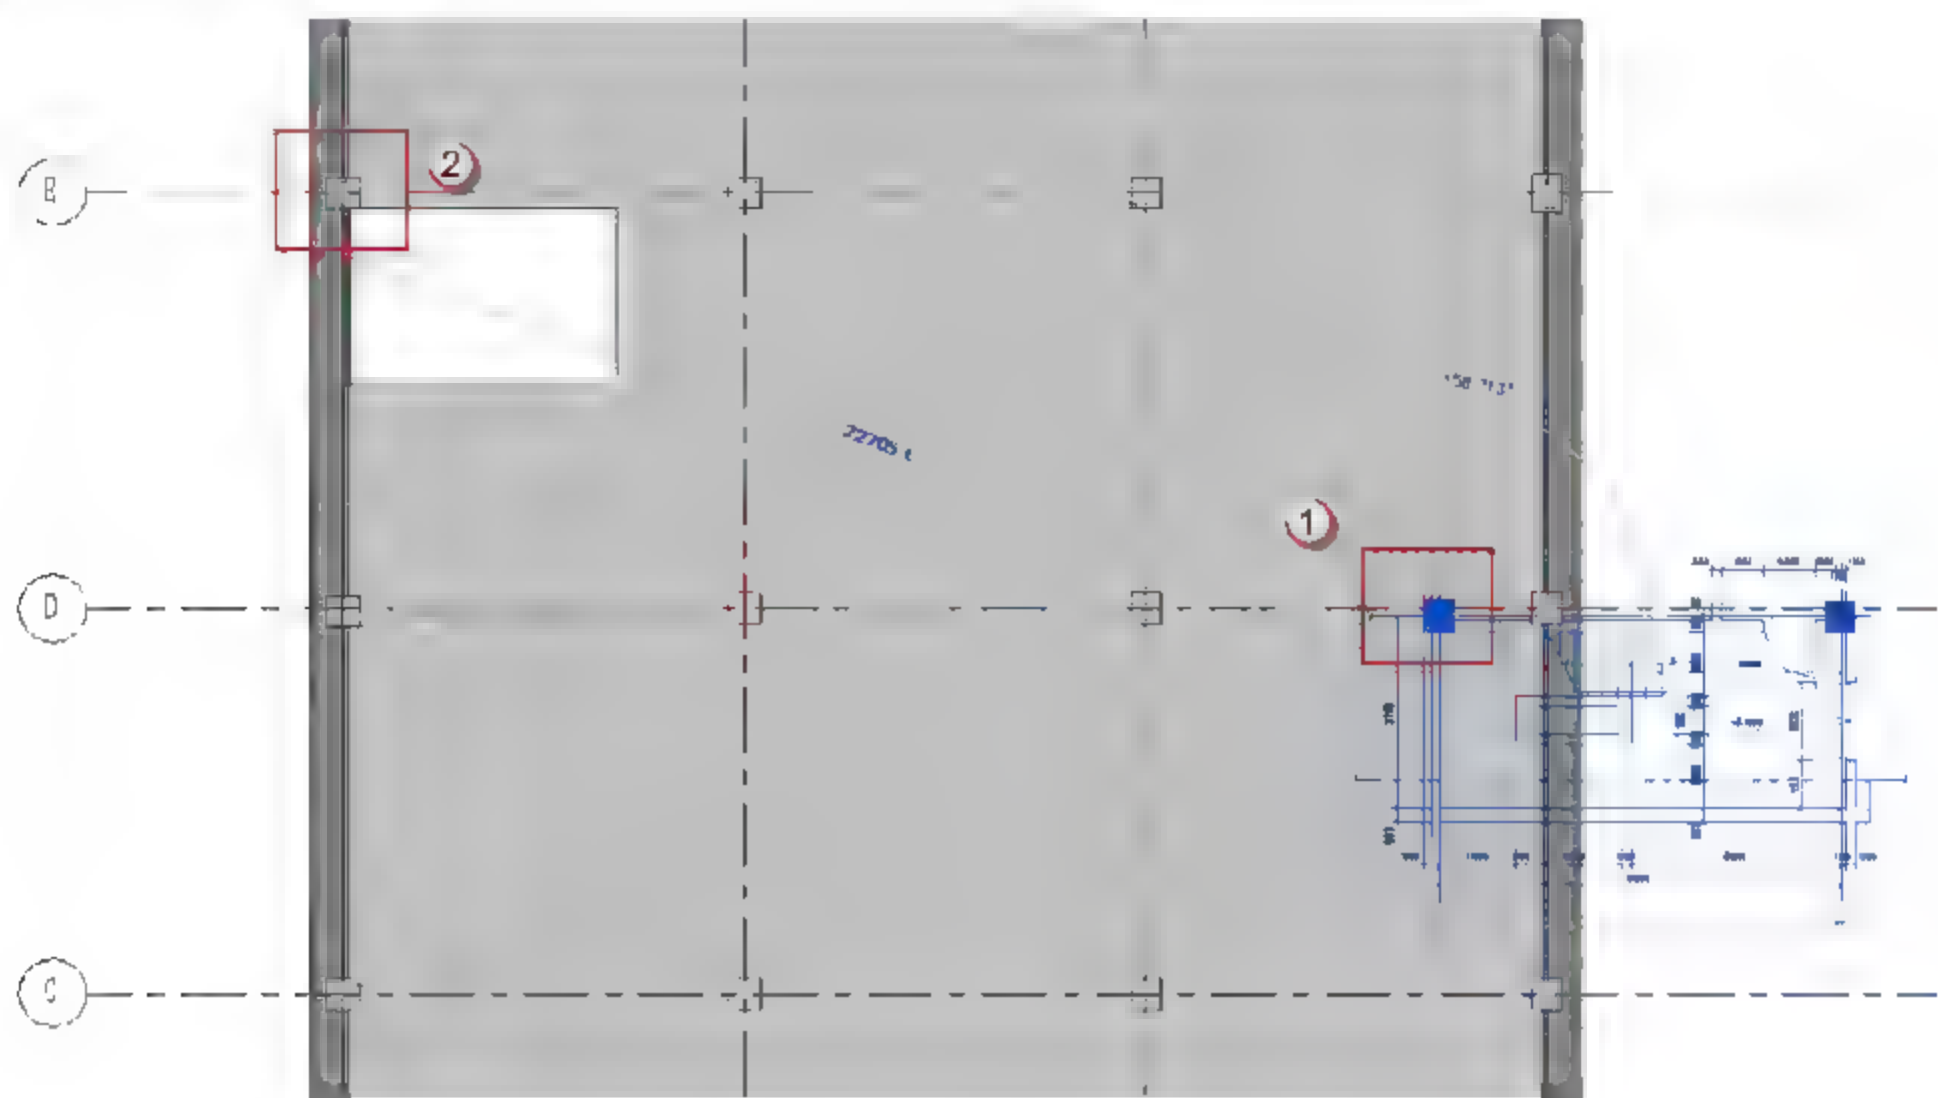

图 11.2.35 对齐 CAD 图
(3) 对齐 CAD 图。选择导入的 CAD 图，按快捷键 **M+V**，移动光标捕捉 CAD 图中轴线交汇处柱的一个端点“1”点，使用鼠标滚轴中键放大视图后移动到 E 轴柱处的“2”点，移动到端点对齐后，放置 CAD 图，如图 11.2.35 所示。